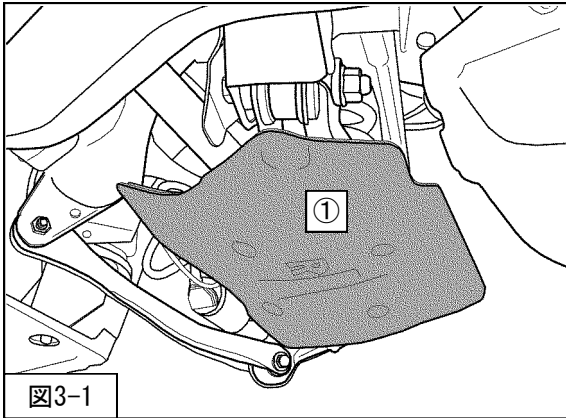

図3-1
2. ①リアサスペンションアームカバーを取外してください。（図3-1）